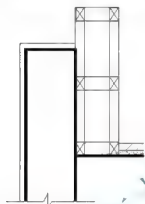
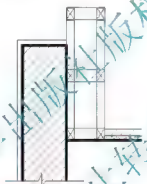

图 5.102 绘制折断符号
图 5.103 填充墙体材料图例
⑥ 按 Enter 键重复【直线】命令，绘制如图 5.102 所示的折断符号。
(10) 单击【绘图】工具栏上的【图案填充】图标或在命令行输入“H”后按 Enter 键，打开【图案填充和渐变色】对话框，选择【ANSI】选项卡中的 ANSI31 图案。
① 设置角度为“0°”，比例为“10”。
② 单击【图案填充和渐变色】对话框右上角的【添加：拾取点】按钮。
③ 在拾取内部点或 [选择对象(S)/删除边界(B)]: 提示下，在墙体内部单击，确定填充区域。
④ 按 Enter 键返回【图案填充和渐变色】对话框。单击【预览】按钮，观察填充效果，按 Esc 键返回【图案填充和渐变色】对话框。单击【确定】按钮关闭对话框，结果如图 5.103 所示。